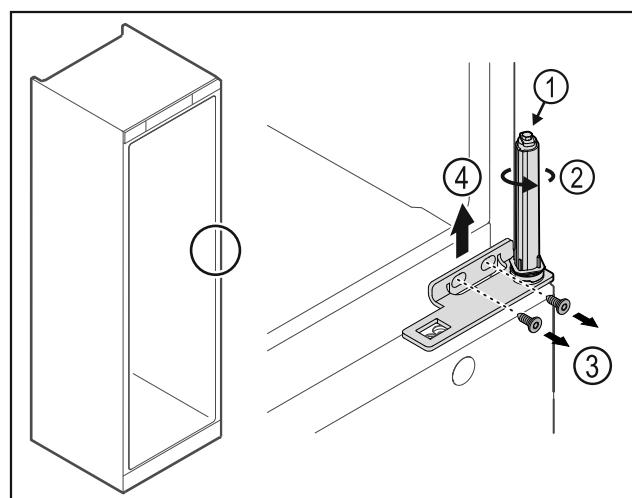

Fig. 32
▶ 请勿拆解关门系统 Fig. 32 (1)。
- ▶ 转动关门系统 Fig. 32 (2)，直至听到咔嚓声。
- ▶ 松开螺栓 Fig. 32 (3)，朝上取下合页角铁 Fig. 32 (4)。